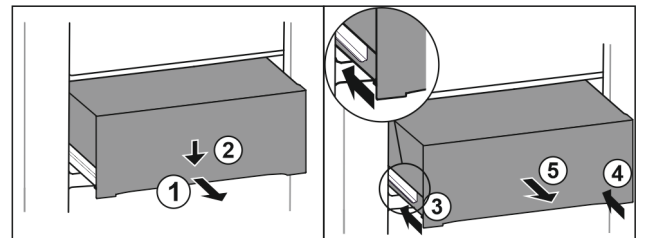

Fig. 103
- ▶ Lade er half uittrekken. Fig. 103 (1)
- ▶ Schuiflade aan de voorzijde omlaag drukken. Fig. 103 (2)
- ▶ Linker rail ca. 2 cm inschuiven. Fig. 103 (3)
- ▶ Rechter rail ca. 2 cm inschuiven. Fig. 103 (4)
- ▶ Lade naar voren toe verwijderen. Fig. 103 (5)